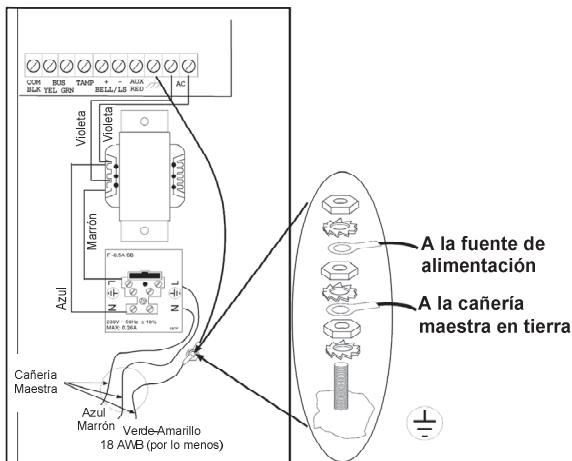

Figura 6: SMPS – Conexión CA & Tierra
4. Conecte el cable de entrada de la cañería maestra al fusible principal del bloque de terminales como presentado en la Figura 6: SMPS – Conexión CA & Tierra: